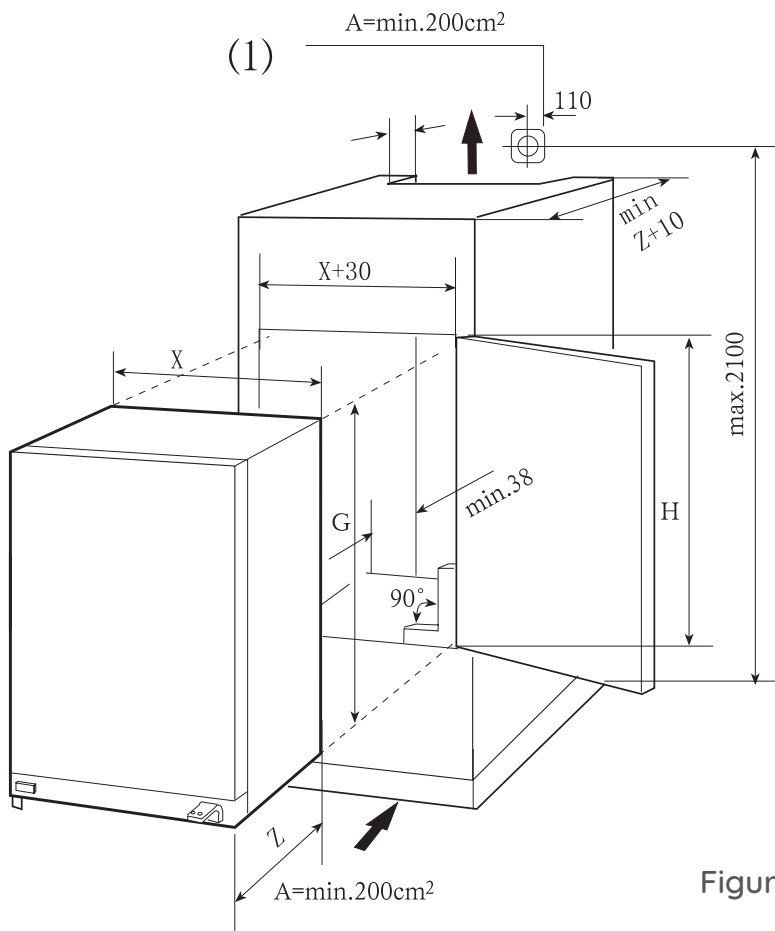

Figure 1
- Ventilation (Figure 1)
4. Vérifiez que la position de la prise de courant(1) est correct. La tension du CA dans le point où l'appareil sera utilisé doit être conforme aux données de la plaque signalétique apposée sur la paroi intérieur gauche de l'appareil, près des bacs à légumes. La prise de courant doit être mise à la terre correctement.